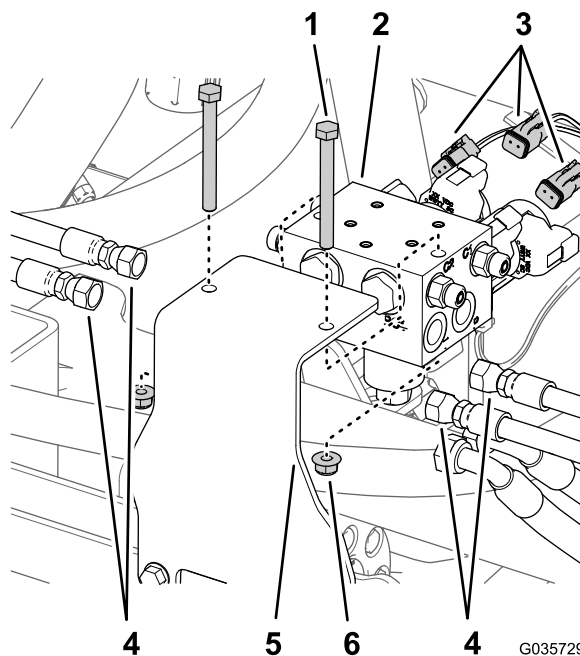

Рисунок 12
2. Промаркируйте все шланги, подсоединенные к коллектору подъемного цилиндра (отверстия С1, С2, С3 и С4), и отсоедините их от коллектора цилиндра (Рисунок 12).
3. Отсоедините разъемы заднего жгута проводов от электромагнитных клапанов коллектора подъемного цилиндра (Рисунок 12).
4. Снимите коллектор подъемного цилиндра с монтажного кронштейна, отвернув два болта с двумя контргайками (Рисунок 12).